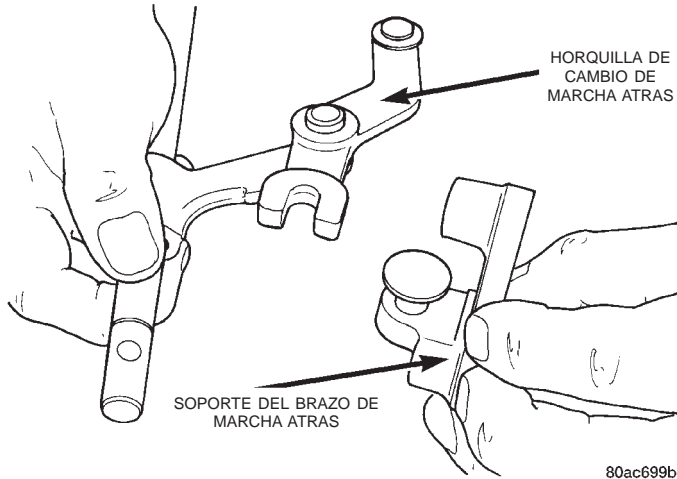

Fig. 80 Instalación del soporte del brazo de marcha atrás en la horquilla
(8) Ensamble el soporte del brazo de marcha atrás con la horquilla de marcha atrás (Fig. 80).